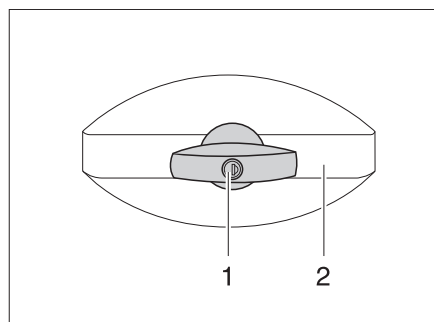

Fig. 30 Serrure du portillon, en forme d'ellipse
- Insérer la clé dans le barillet (Fig. 30,1) et la tourner d'un quart de tour dans le sens inverse des aiguilles d'une montre. La poignée de la serrure (Fig. 30,2) ressort.